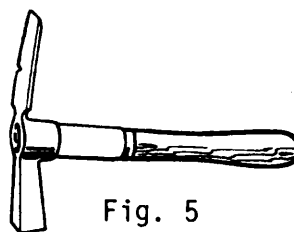

Fig. 5
- d) Martillo de albañil (fig. 5).